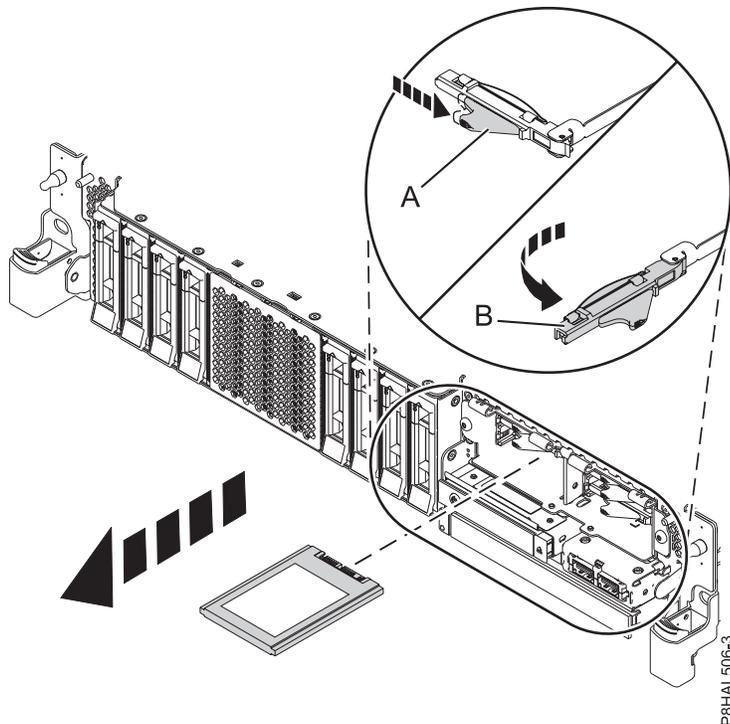

図 92. 拡張機能 システムからの SSD の取り外し
11. 識別 LED が明滅したら、ハンドル・ラッチ (A) を示されている方向に押して、ドライブ・ハンドル (B) を手前に引いて、ドライブ・ハンドル (B) をアンロックします。 100 ページの図 92 ハンドルが完全に引き出されていないと、ソリッド・ステート・ドライブをスライドさせてシステムから引き出すことができません。